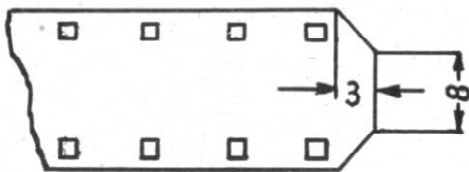

Bild 7
1. Die beiden Filmenden sind nach Bild 7 zuzuspitzen.